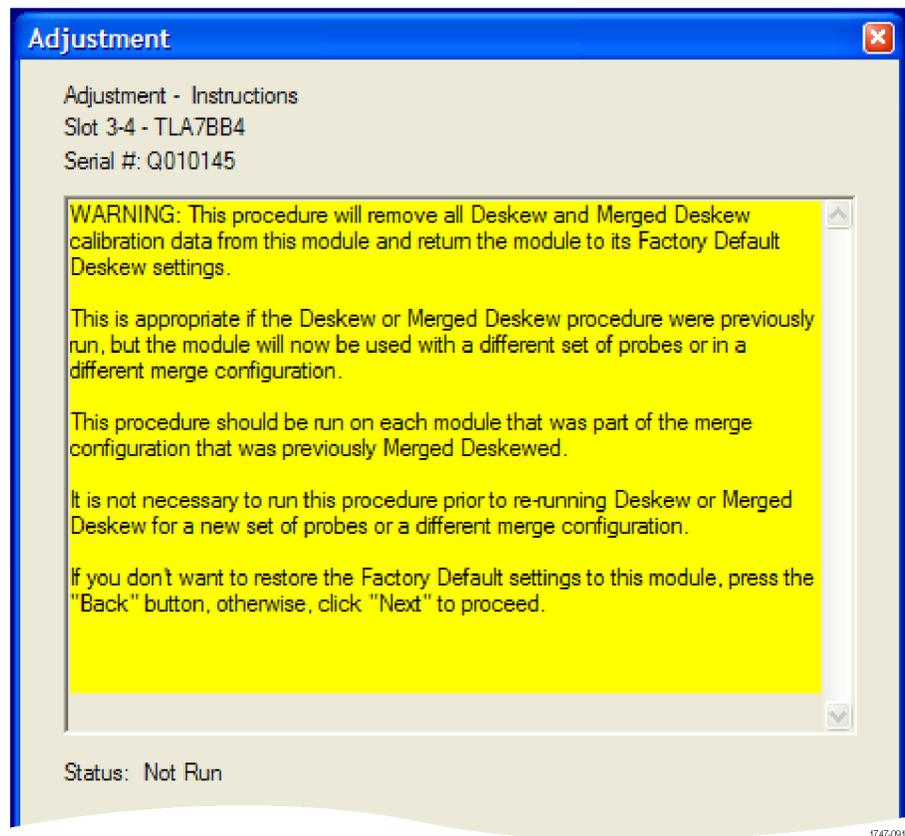

図 63: デスクュー手順:出荷時デフォルト値のリストアに関する説明
2. Next ボタンをクリックして、ダイアログ・ボックスの説明を確認してください。(図 63 参照)。